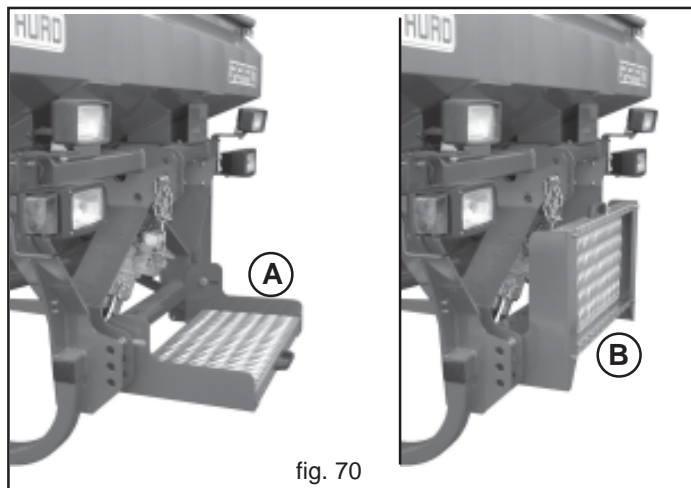

fig. 70
Bei manuellem Beladen ist das Trittbrett (A, Abb. 70) zu verwenden, um Zugang zum Trichter des Anbaugeräts zu erhalten. Das Trittbrett sowohl bei der Arbeit als beim Straßentransport immer wie auf Abbildung 70 (B) dargestellt zusammenklappen